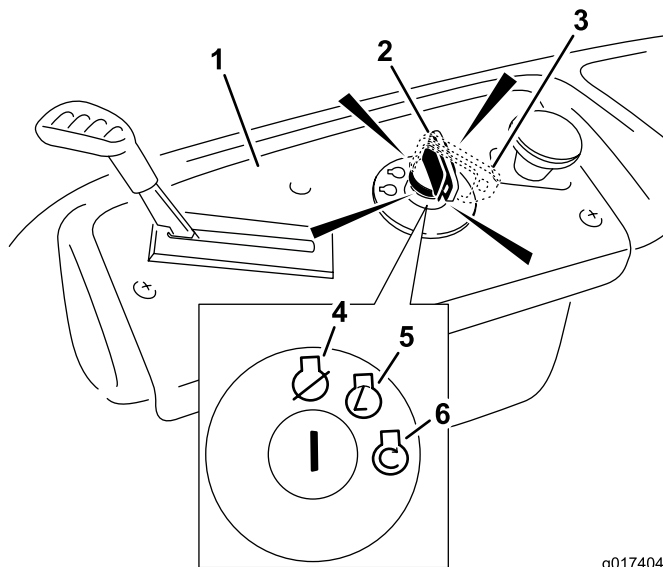

Figura 13
4. Girate la chiave di accensione in posizione Start per attivare il motorino di avviamento; Rilasciatela quando il motore si accende (Figura 13).
3. Girate la chiave di accensione in posizione Off (Figura 13) e toglietela.